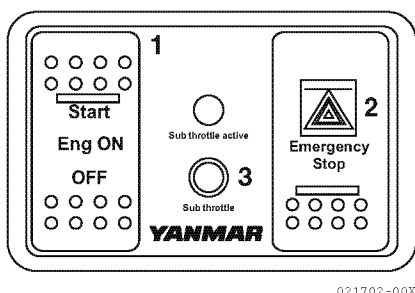

Figure 8
2. Arrêt d'urgence (2, **Figure 8**) :
Dans des circonstances normales, utilisez le commutateur Eng ON (1, **Figure 8**) pour arrêter le moteur. Le moteur s'arrête brusquement lorsque vous appuyez sur la partie supérieure du commutateur d'arrêt d'urgence. Appuyez sur la partie inférieure du commutateur après l'arrêt du moteur pour ramener le commutateur au centre.
3. Commande de sous-régulateur (3, **Figure 8**) :